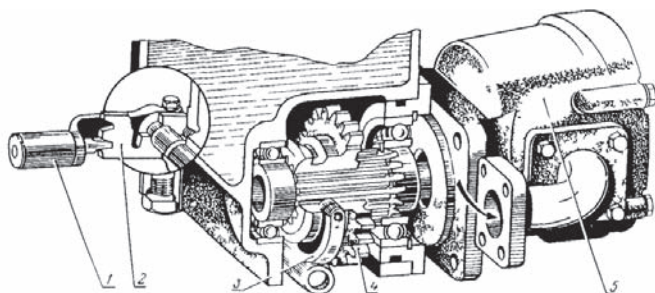

Рис. 3. Привод масляного насоса. 1 — рукоятка управления; 2 — пластина фикса тора; 3 — вилка; 4 — шестерня приво да насоса; 5 — насос.
- установите рукоятку 1 (рис. 3) включения насоса 5 в нижний паз пластины 2 (выключенное положение насоса);